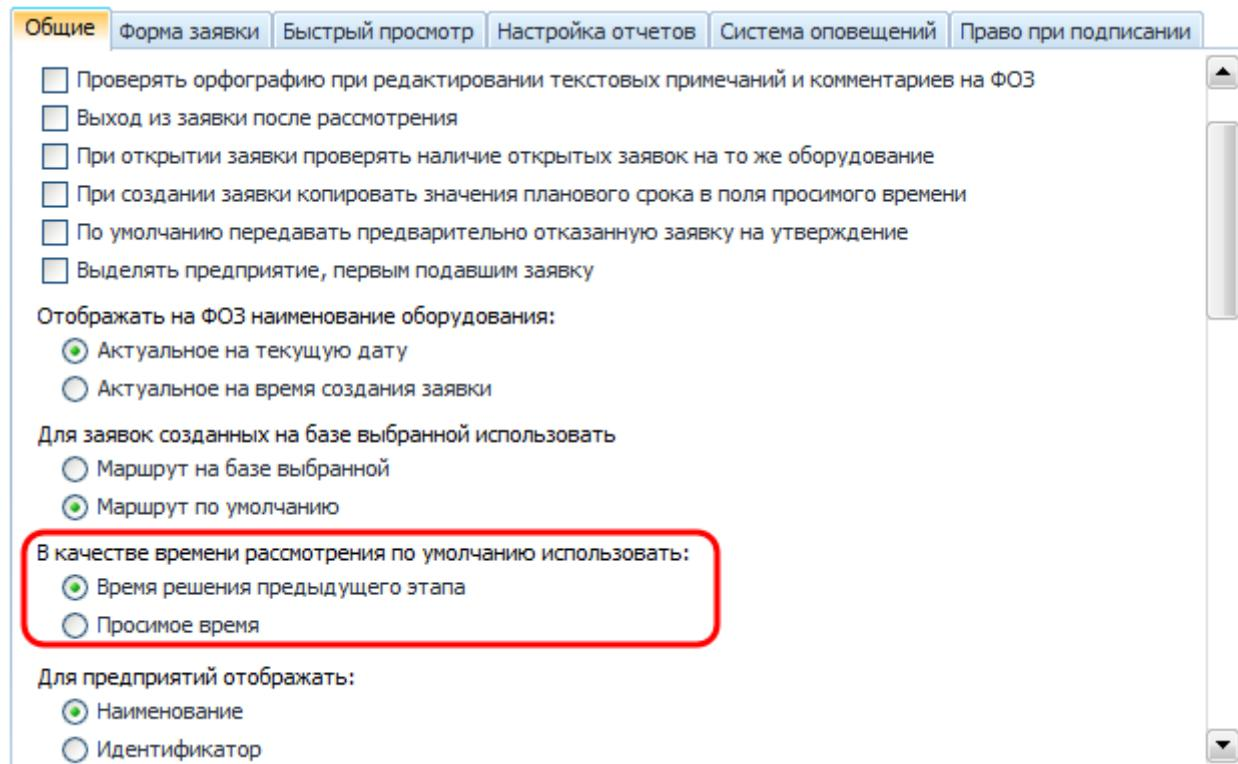

Рисунок 16.10 – Настройка времени рассмотрения по умолчанию
– «*В качестве времени рассмотрения по умолчанию использовать:*». В зависимости от выбранного значения происходит следующее (Рисунок 16.10):